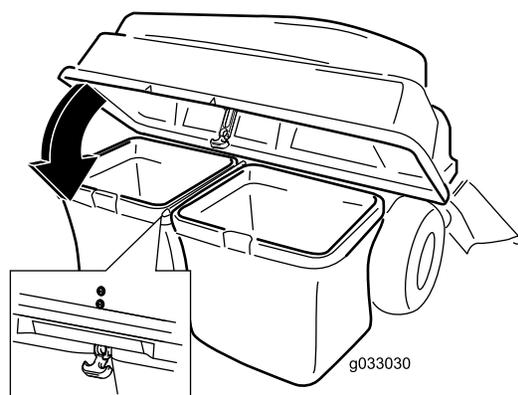

Figura 17
5. Baixe a parte superior do depósito de recolha para os sacos (Figura 17).